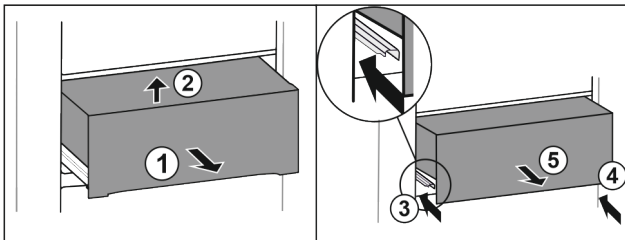

Fig. 40 *
- ▶ Sortir le tiroir à mi-chemin Fig. 40 (1)*
- ▶ Le soulever à l'avant Fig. 40 (2)*
- ▶ Rentrer le rail de gauche Fig. 40 (3)*
- ▶ Rentrer le rail de droite Fig. 40 (4)*
- ▶ Retirer le tiroir par l'avant Fig. 40 (5)*